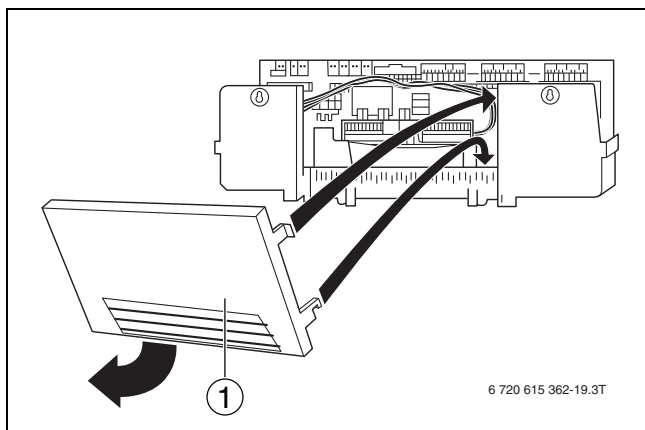

Fig. 24 Pregătirea trecerii pentru cabluri
- ▶ Spargeți sau decupați piesele casabile, dacă este necesar, din piesa peretelui posterior [1] (→ fig. 24).
- ▶ Montați din nou piesa peretelui posterior (→ fig. 24) pe automatizare.